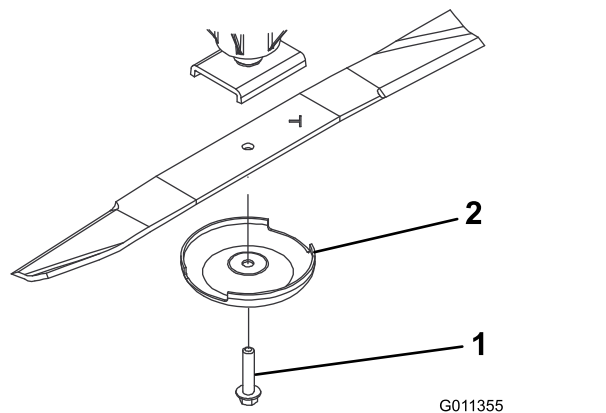

Figura 101
3. Retire del eje de la cuchilla el perno de la cuchilla, el protector de césped y la cuchilla (Figura 101).